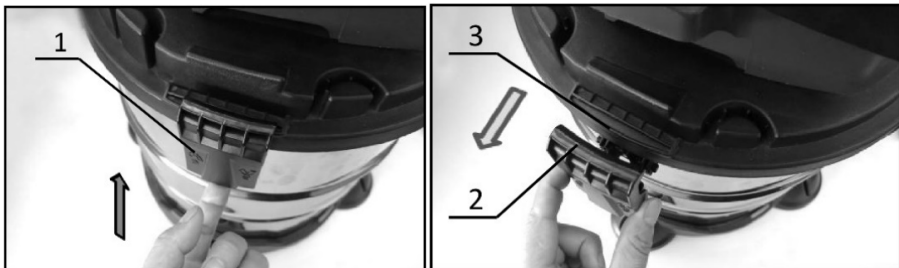

Рисунок 3. Схема знімання кришки корпусу у складі з компресорним блоком.
2. Для прибирання пилу та дрібних часток відходів у фільтр-мішок демонтувати верхню кришку виробу та встановити на патрубок (2, рис. 3) паперовий або текстильний фільтр.